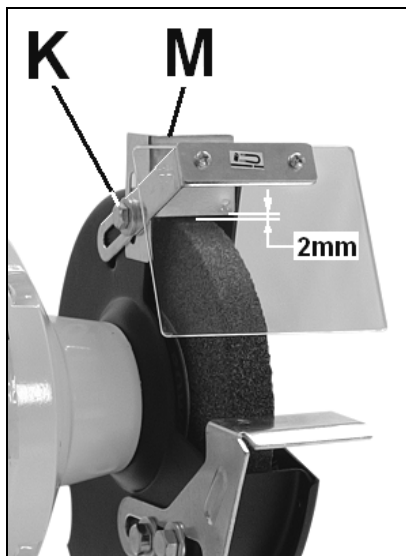

Fig 3
Fixer le regard et l'écran (M, Fig 3) avec une vis hexagonale (K) et une rondelle sur le carter du disque.